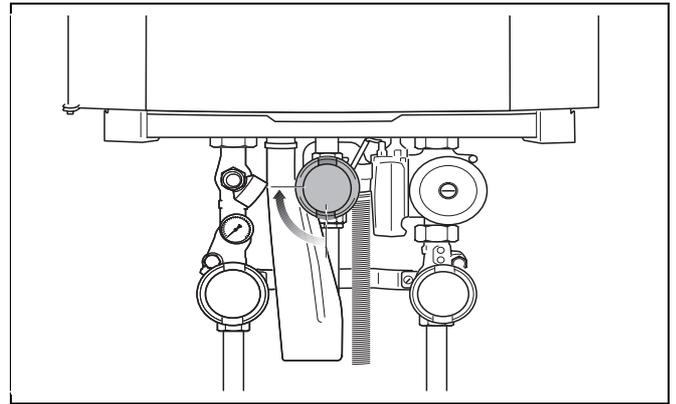

Fig. 76 Aprire il rubinetto del gas
- Aprire lentamente il rubinetto del gas. Per procedere in tal senso, premere il rubinetto del gas e ruotarlo di  $\frac{1}{4}$  di giro verso sinistra (fig.76).
- Aprire lentamente il rubinetto del gas. Per procedere in questo senso, premere il rubinetto del gas e ruotarlo a sinistra di ¼ di giro (fig. 76, pagina 55).
- Aprire lentamente il rubinetto del gas. Per procedere in tal senso, premere il rubinetto del gas e ruotarlo di  $\frac{1}{4}$  di giro verso sinistra (fig. 76).